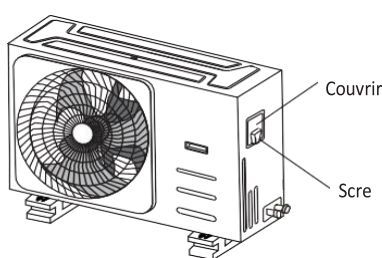

Fig.8.1
2. Retirez le couvercle électrique de l'unité extérieure. S'il n'y a pas de couvercle sur l'unité, démontez les boulons de la planche d'entretien et retirez la plaque de protection. (Voir fig 8.1, 8.2).